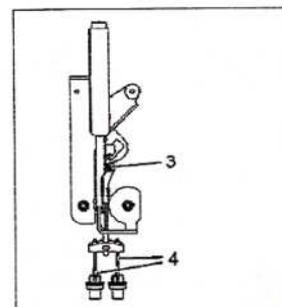

FIG. 54
- Aflojar la tuerca (3) (Fig.54).
- Separar los cables de freno de estacionamiento (4) en la palanca compensadora.